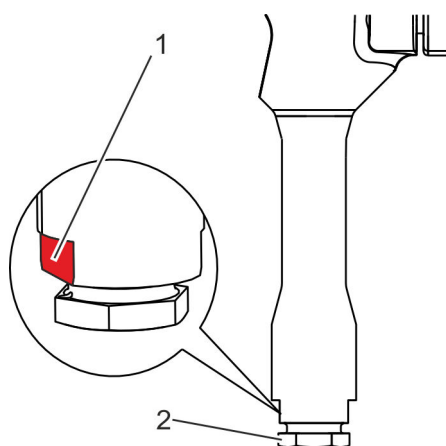

Fig. 13 : Maintien des méplats
Maintenir le corps de vanne dans la zone des méplats (Fig. 13 /1) à l'aide d'une clé de 30.
8. → Dévisser la vis de pression (Fig. 13 /2) vers la gauche avec la clé de 27.